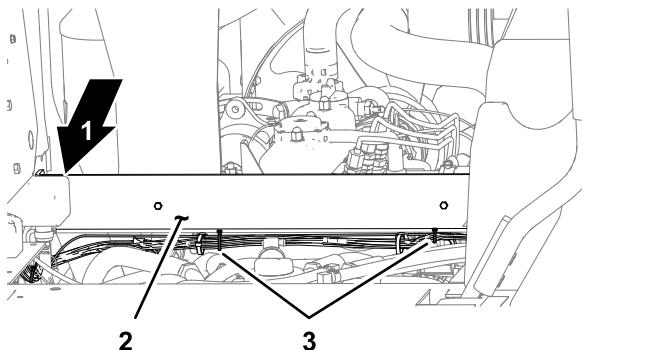

Figura 18
2. Debajo del canal transversal, fije el arnés de alimentación al arnés de cables de la máquina con 2 bridgas, tal y como se muestra en la Figura 18.